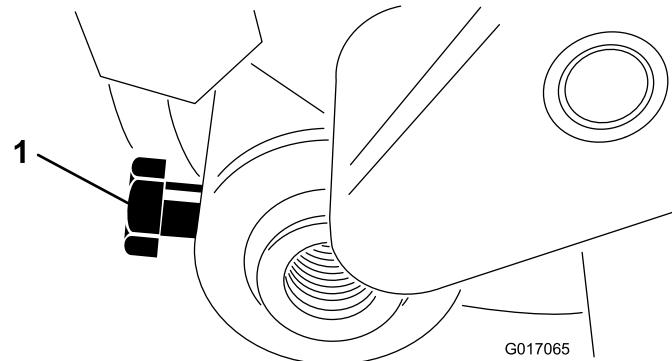

図 12
24. 左側アジャスターム・アセンブリにローラ・シャフトを差し込んでボルトで仮止めする図 12。
32. 左右のアジャスタームの中央にローラの位置出しをし、取り付けボルトを締め付ける図 12。